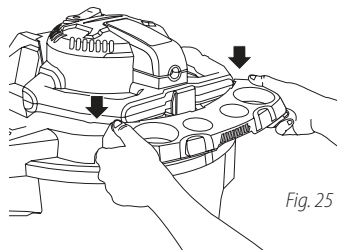

Fig. 25
60. Prenez le porte-outils **18** et faites-le glisser sur les fentes situées à l'arrière de la cuve. **Fig. 25.**